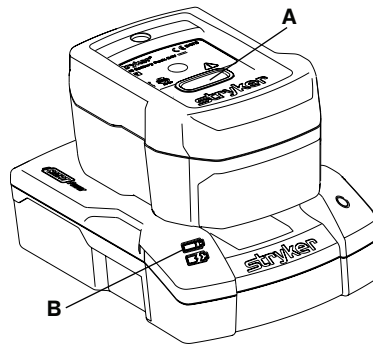

Figure 26 – Chargement du SMRT Pak
Pour charger le **SMRT** Pak (Figure 26) :
- Le voyant du chargeur **SMRT** (B) clignote en vert pendant le chargement (Figure 26). La durée de chargement optimale est de deux heures.
- Une fois que le **SMRT** Pak est chargé et prêt à l'emploi, le voyant du chargeur **SMRT** (B) s'allumera en vert continu.
2. Appuyer sur le bouton de déblocage rouge (A) (Figure 26) et faire glisser le **SMRT** Pak pour libérer le **SMRT** Pak chargé et prêt à l'emploi du chargeur **SMRT**.